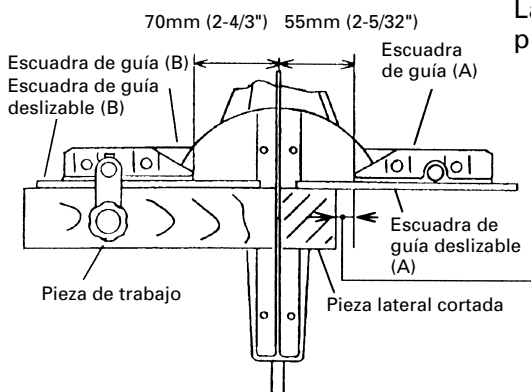

Fig. 18
Las escuadras de guía deslizantes (A) y (B) sirven para estabilizar piezas de trabajo pequeñas como se muestra en la Fig. 18.